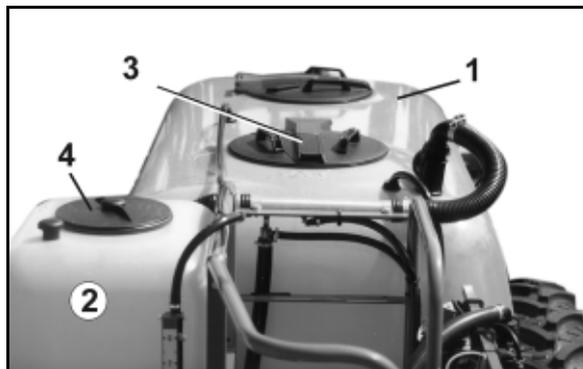

Fig. 54
2. Bei den Maschinen **UR** den Spritzbrühe- (Fig. 54/1) und Spülwasserbehälter (Fig. 54/2) jeweils **über die Einfüllöffnung** (Fig. 54/3) bzw. (Fig. 54/4) **mittels Wasserleitung im freien Auslauf befüllen**.